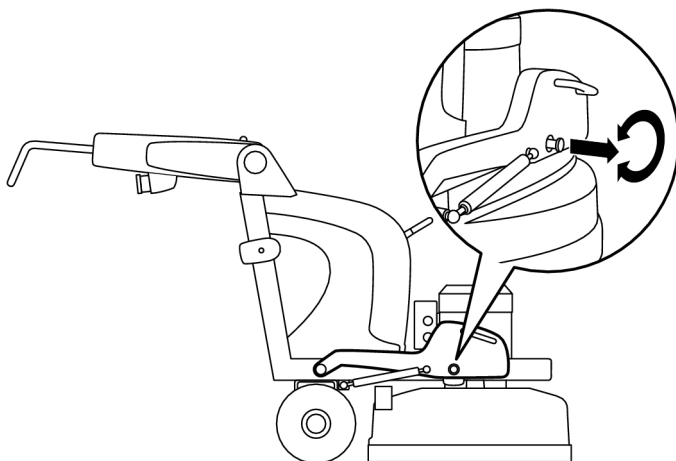

Bild 4-5. Vikter fällda framåt
- Dra varje sprint utåt och lås i utdraget läge genom att vrida dem i pilens riktning, se Bild 4-5, sidan 19.
För att få ett högre sliptryck och därmed ökad slipeffekt ska vikterna fällas framåt, se Bild 4-5, sidan 19.